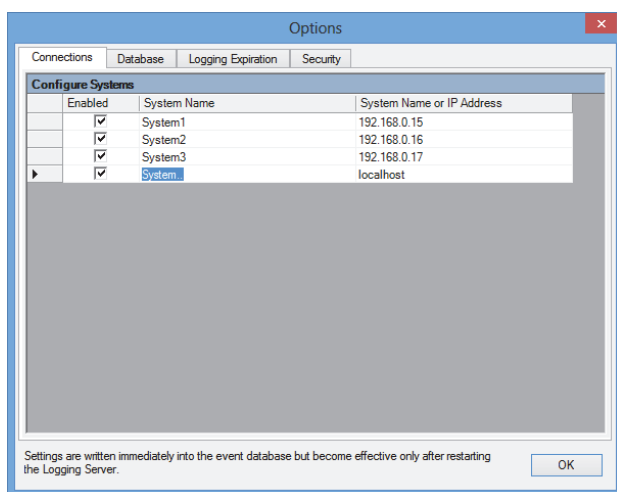

figura 58.6: Adicionar um sistema (1)
- 1 Clique no campo *Enabled* da linha que está assinalada com um asterisco (*). É adicionada uma nova linha à lista de sistemas (consulte a figura 58.6).